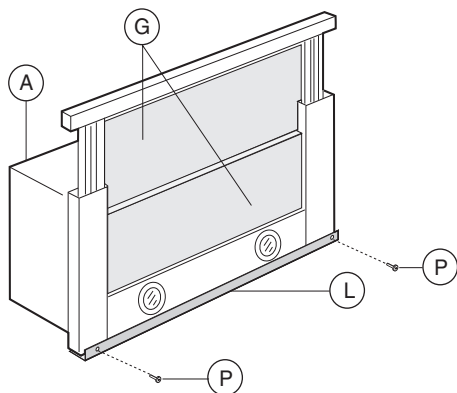

Fig.2a
• **ATTENZIONE: montaggio del distanziere in plastica.** Questo prodotto può essere fornito anche con un distanziere in plastica **O** che va montato prima dell'installazione della cappa (fig.2a).
Fissare il distanziere alla cappa con le viti **P** (fig.2a). Per il corretto montaggio, allineare il frontale della cappa al pensile e decidere la distanza necessaria per chiudere l'eventuale spazio rimanente tra cappa e parete. Una volta decisa la distanza prendere un taglierino e togliere il pezzo in plastica in eccesso (fig.2a).